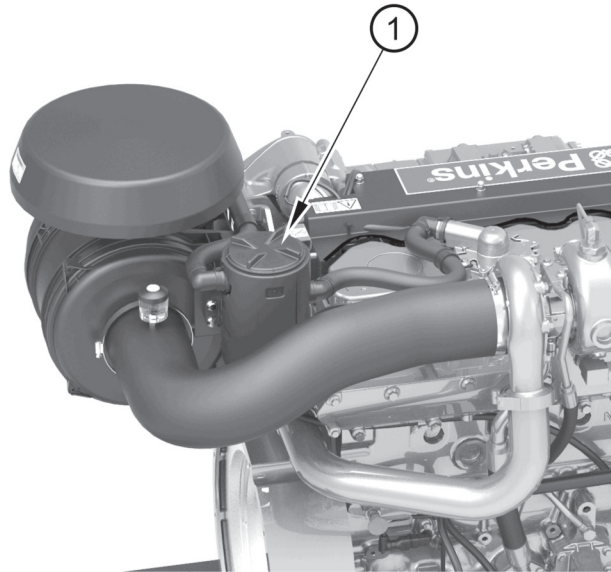

Figura 35
1. Ruotare in senso antiorario il coperchio dello sfiato (figura 35 voce 1) ed estrarlo dal corpo principale.